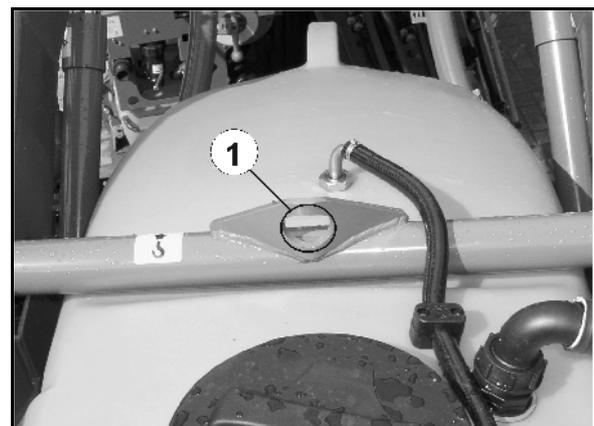
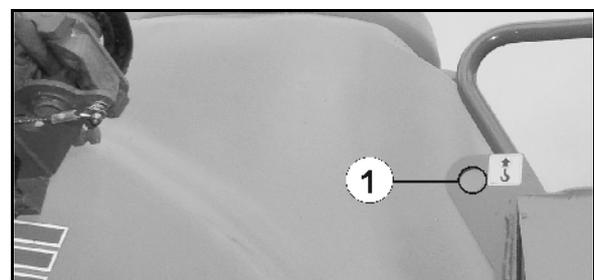

Fig. 93
Fig. 94
- 3000 kg hinten (Fig. 93)
- 1500 kg vorne (Fig. 94 / Fig. 95) betragen!
Es befinden sich 3 Aufnahmepunkte an der Maschine (Fig. 93/1, Fig. 94/1, Fig. 95/1).